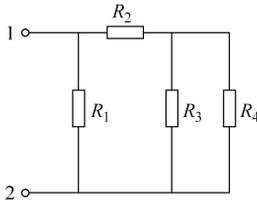

图 1-4
1. 如图 1-4 所示, $R_1 = 4\Omega$, $R_2 = 2\Omega$, $R_3 = 3\Omega$, $R_4 = 6\Omega$, 求等效电阻 R 。